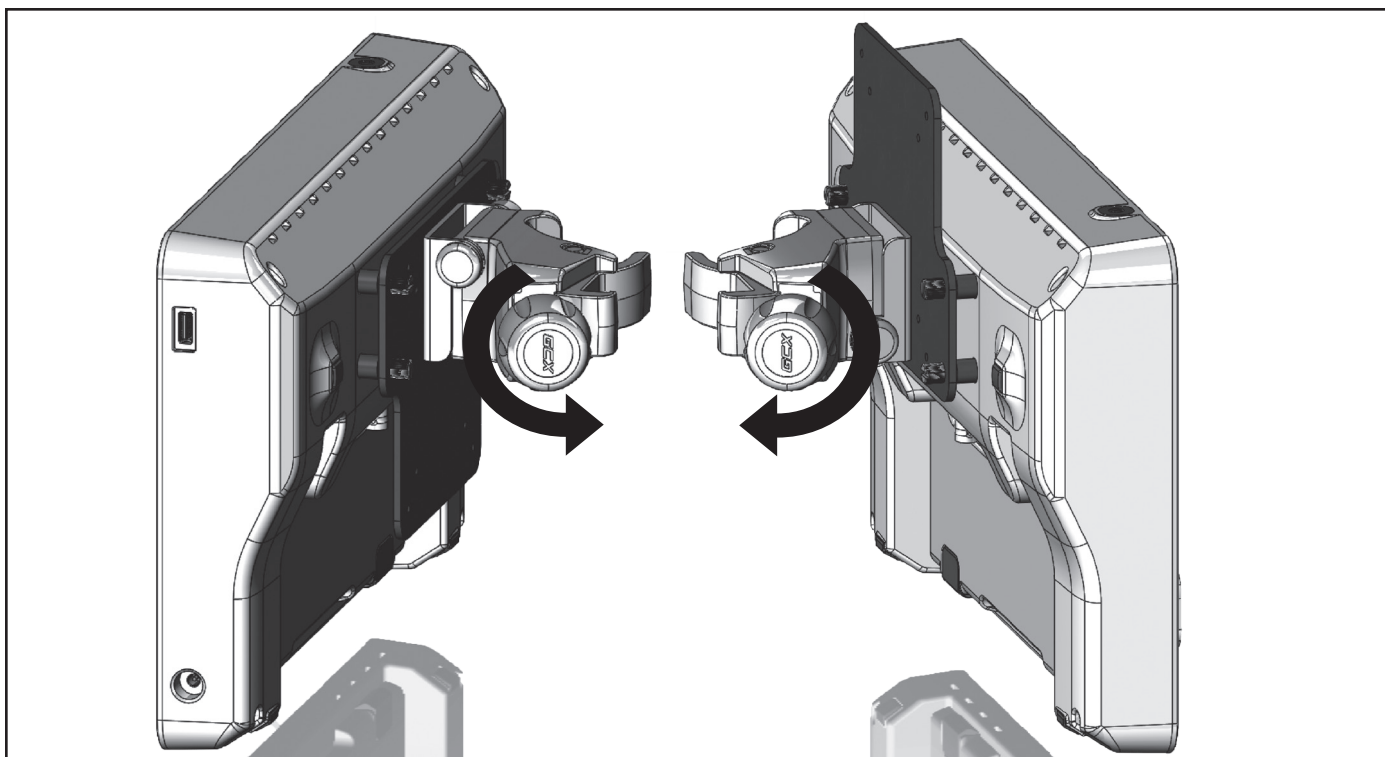

Figura 16. Ruotare il morsetto
5. Ruotare l'impugnatura del morsetto (Figura 16) per allentarlo.